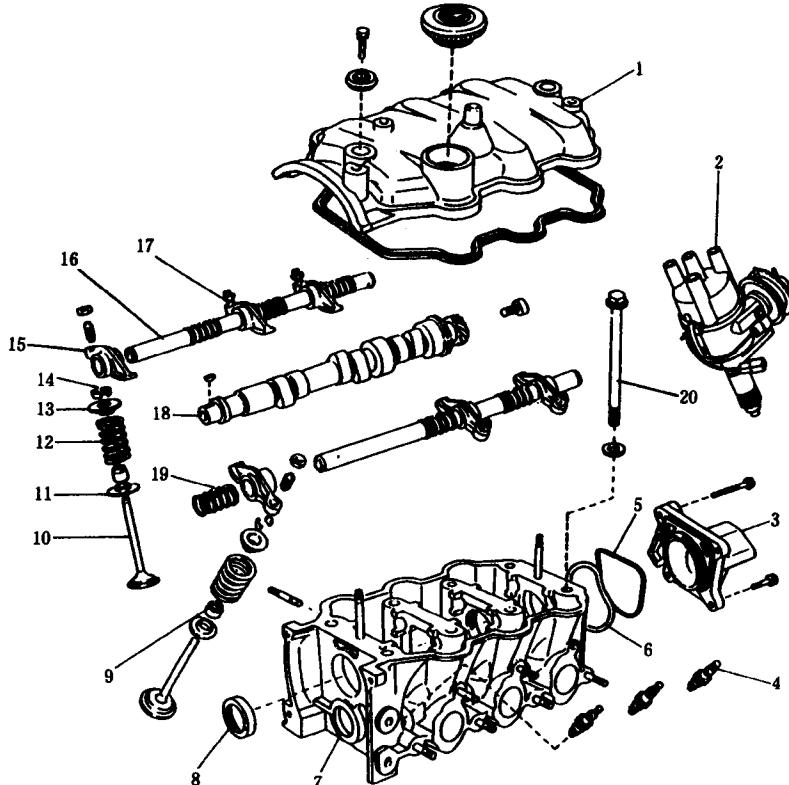
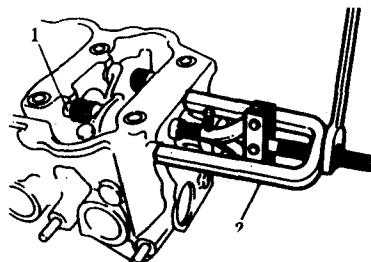

图 1-7 气缸盖总成的组成零部件
图 1-9 拉出摇臂轴
(9)分解气缸盖总成。气缸盖总成的各零件如图 1-7 所示,其中分电器座密封垫 5、凸轮轴油封 8、气门杆油封 9 为一次性使用零件。
①拆下气缸盖罩 1、分电器座 3,取下分电器座密封垫 5、波形垫 6(图 1-7)。
③拧松气门间隙调整螺钉(图 1-7 中的 17),用拉具从发动机后面拉出摇臂轴(图 1-9)。在拉摇臂轴的同时,取下摇臂、摇臂定位弹簧,并按顺序分别放好。